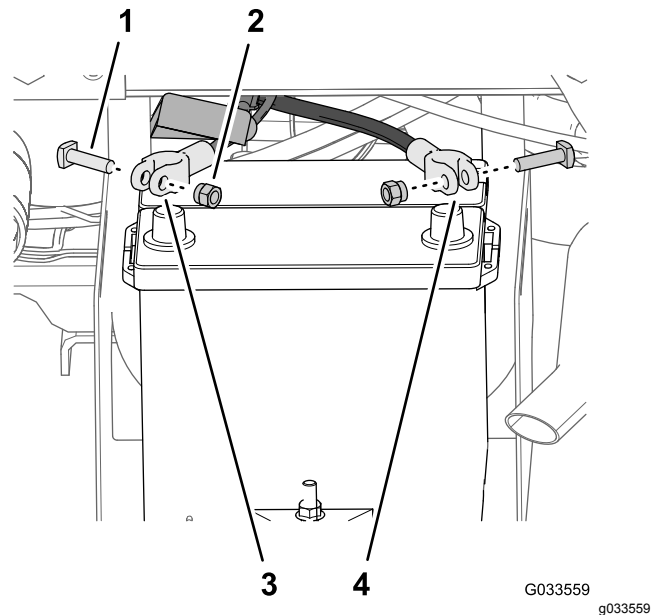

Figura 27
1. Rimuovete i dadi e i bulloni a T nei morsetti dei cavi positivo e negativo della batteria (Figura 27).